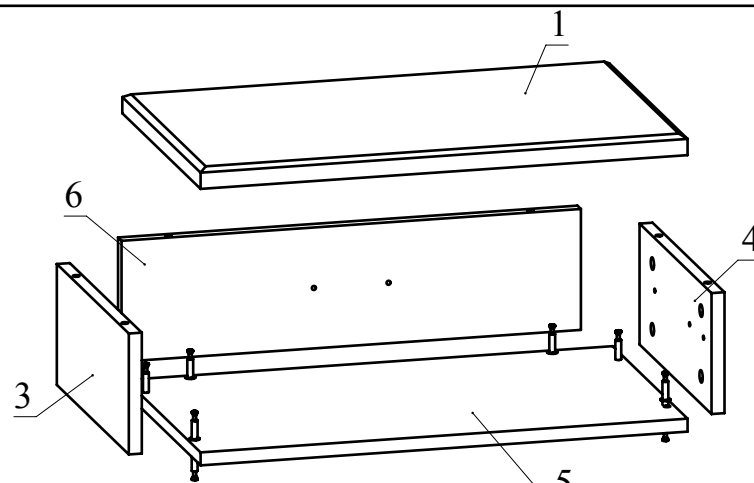

Рис.8
8. Соберите сборку согласно схемы, затягивая головки минификсов 13 13 (Рис. 8).